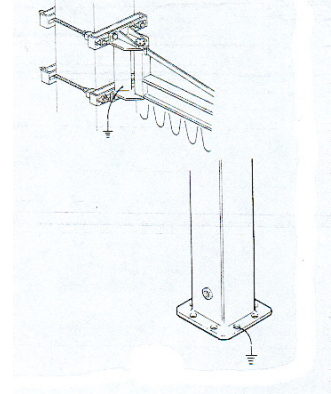

Fig.53
- **Prévoir la mise à la terre de la potence à partir du point prévu (fig.53)**
- Prévoir la mise à la terre de la potence à partir du point prévu (fig. 53)